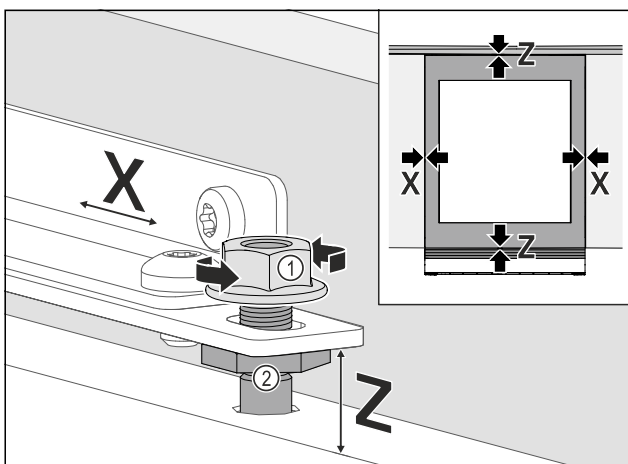

Fig. 76
- ▶ Allineare la porta del mobile sui lati: Allentare Fig. 76 (1) il controdado, spostare la porta del mobile in direzione X.
- ▶ Serrare Fig. 76 (1) i controdadi.
- ▶ Allineare la porta del mobile all'altezza Z e all'inclinazione laterale: Regolare Fig. 76 (2) i bulloni di registrazione.